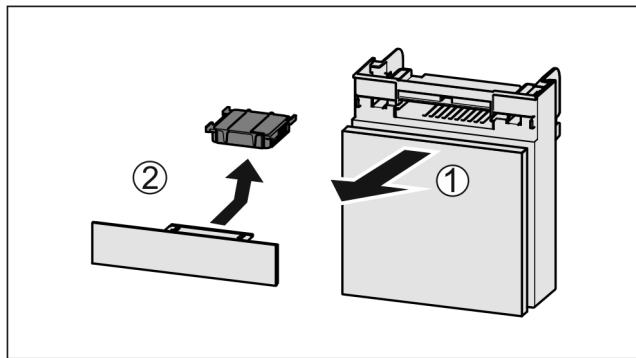

Fig. 148
- ▶ Predal izvlecite Fig. 148 (1) naprej.
- ▶ Odstranite Fig. 148 (2) aktivni ogljeni filter.